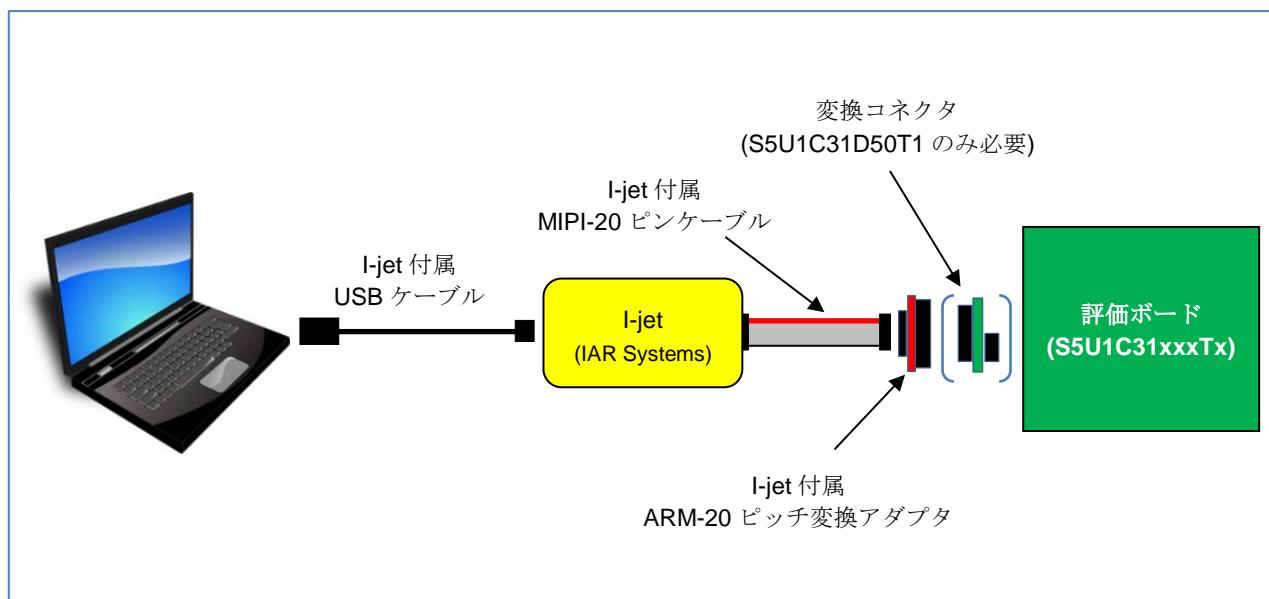

図 3.2.1.1 I-jet を使用する場合のハードウェアの接続例^{*1}
- (1) I-jet 付属の USB マイクロケーブルを使用して、IAR Embedded Workbench をインストール済みの PC と I-jet を接続します。接続すると、デバイスドライバが自動で設定されます。
- (2) I-jet 付属の MIPI-20 ケーブルと ARM-20 ピッチ変換アダプタを使用して I-jet と評価ボード (S5U1C31xxxTx) を接続します (図 3.2.1.1 参照)。
*1: 図 3.2.1.1 は、評価ボード (S5U1C31xxxTx) をデバッガープローブ (I-jet) から供給される 5V 電源で動作させた場合の例です。